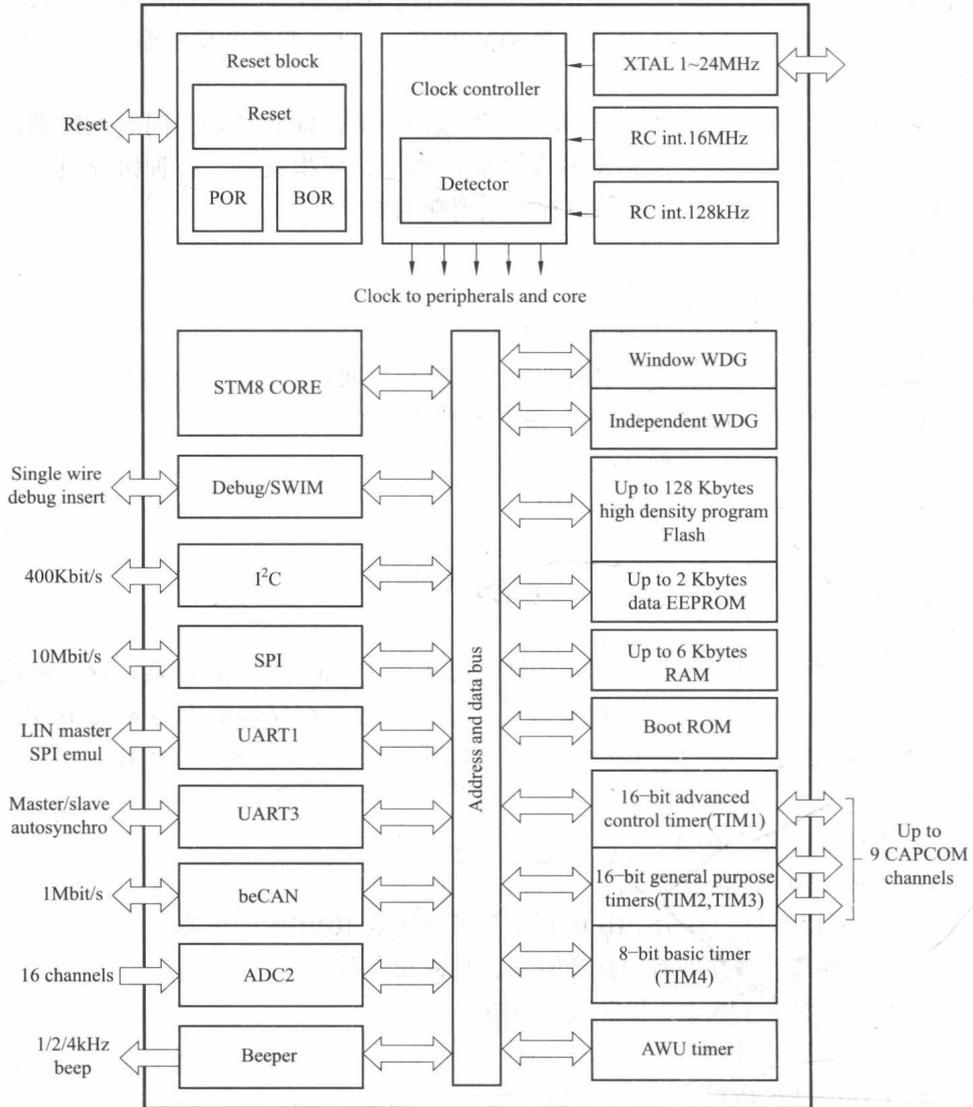

图 1-1 STM8S2xx单片机结构
4. STM8S2 \times \times 单片机的结构（见图 1-1）